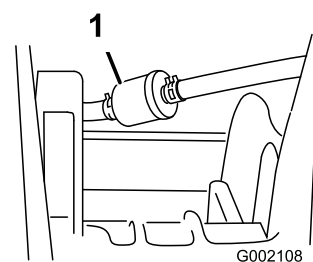

Figure 37
3. Enlevez les fixations du filtre à carburant sur les conduites d'alimentation (Figure 37).